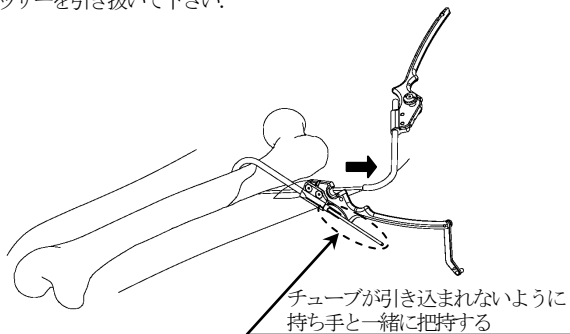

図6-1
- 6) ケーブルチューブを残すようにパッサーを分離し、除去します。(図6-1) チューブが引き込まれないよう、チューブを持ち手と一緒に把持しながらパッサーを引き抜いて下さい。